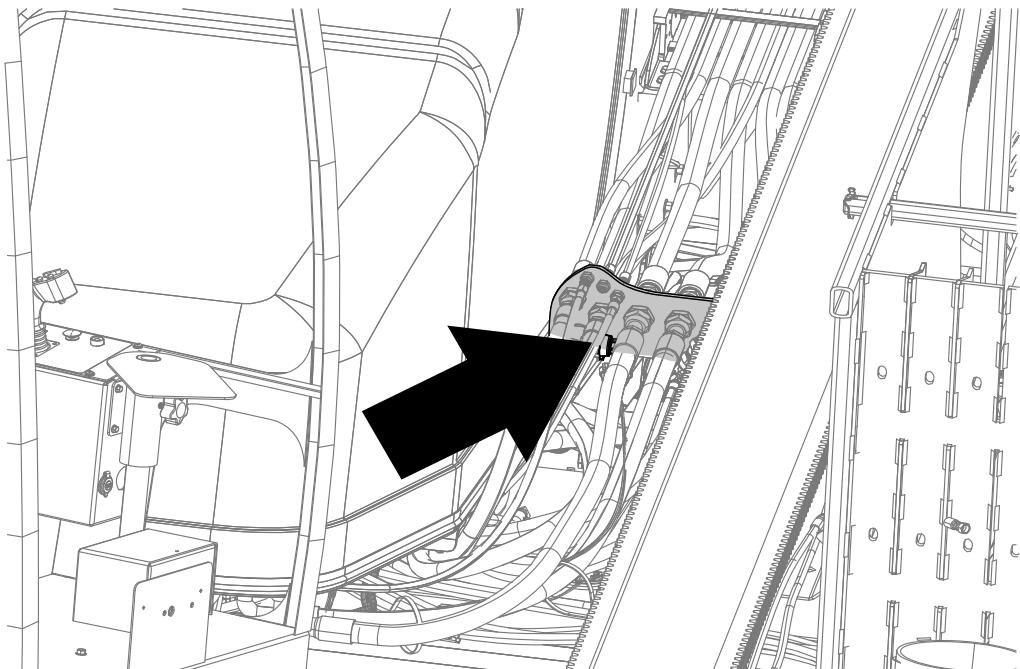

Рисунок 1
- Найдите датчик под перегородкой, непосредственно над блоком передачи сигнала топливного бака (Рисунок 1).